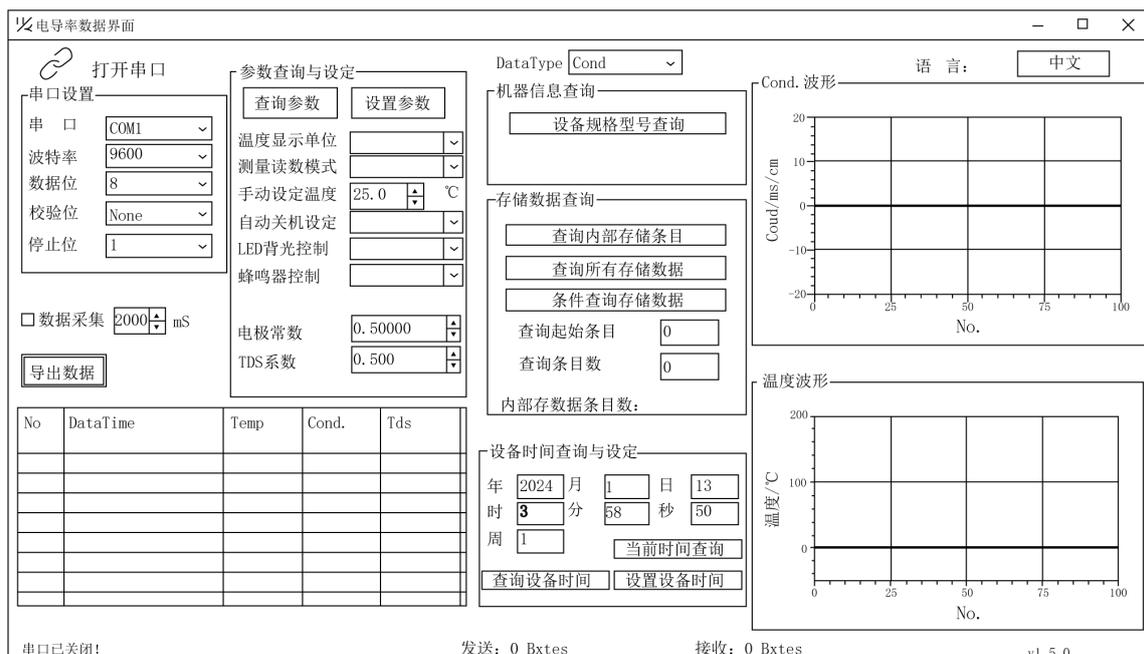

图 15 PC 端软件操作界面
- （1）将 PC 端提前安装好的软件打开（软件界面如图 15）；